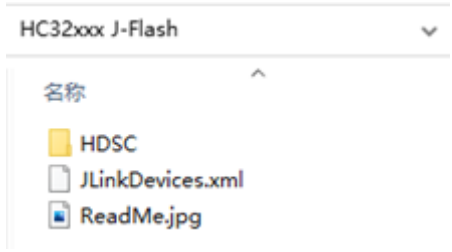

图3-5-2-1 HC32xxx J-Flash补丁文件
1、解压“HC32xxx J-Flash.zip”补丁包，解压之后内容如图3-5-2-1所示。